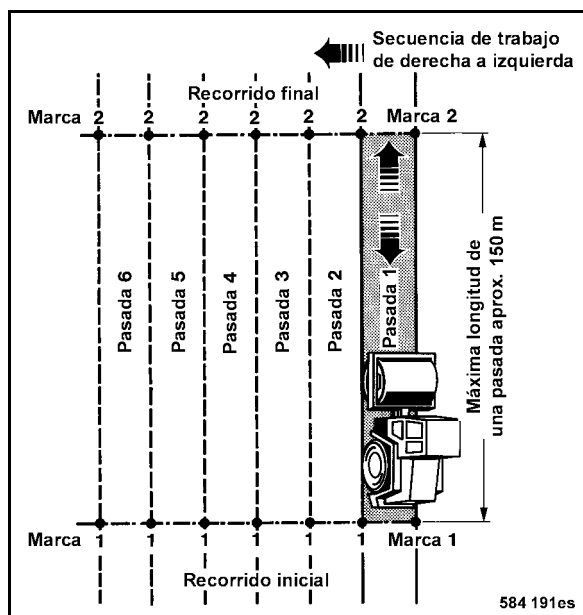

Fig. 73
- Marcar el recorrido a compactar (Fig. 73).